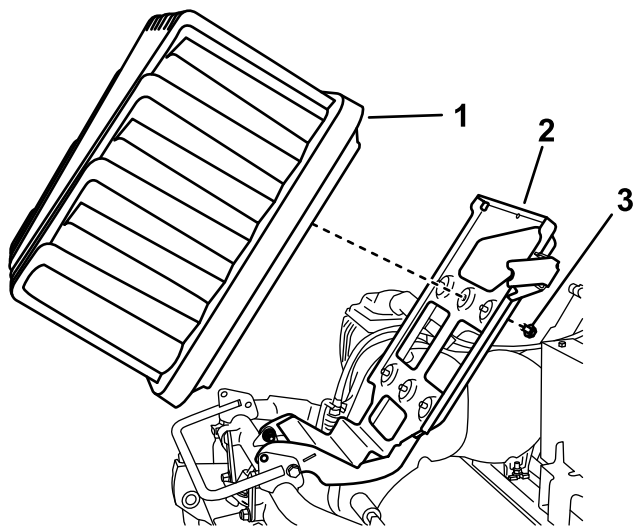

Figura 6
6. Îndepărtați bateria i suportul bateriei de pe maină (Figura 6).
7. Îndepărtați uruburile i aibele care fixează bateria pe suport; aruncați sau reciclați bateria în conformitate cu reglementările locale, naionale i federale (Figura 6).